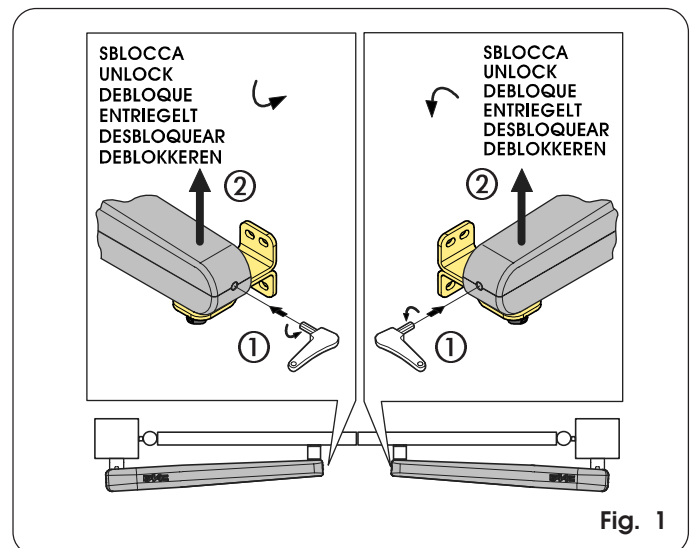

Fig. 1
- Introduzca la llave Allen suministrada en dotación en la parte anterior del operador y gírela 5-6 vueltas en sentido antihorario (Fig. 1- Ref. ①).
- Levante el operador por la parte anterior, desacoplándolo del empalme (Fig. 1- Ref. ②) y extraiga la llave de desbloqueo.